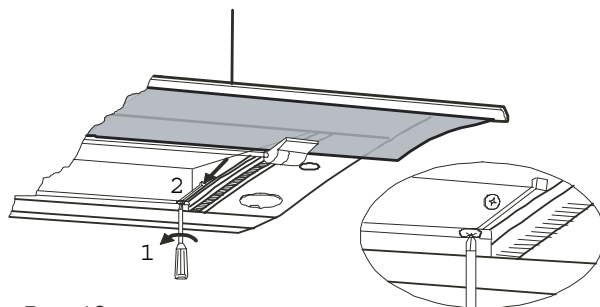

Рис. 16
- 2 Винты ослабить, как показано на рис. 16.